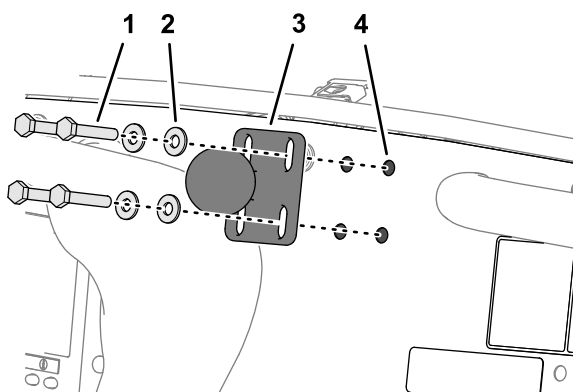

Рисунок 135
1. Установите опору шарового шарнира на приборную панель при помощи 4 болтов с фланцевыми головками ($\frac{1}{4}$ x 1- $\frac{1}{2}$ дюйма), усиливающей пластины и фланцевой контргайки ($\frac{1}{4}$ дюйма), как показано на Рисунок 135.